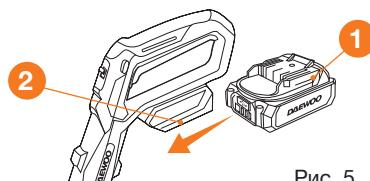

Рис. 5
- Вставьте аккумулятор ① в разъем ② на рукоятке триммера (Рис. 5).
- Подключите аккумулятор ① (Рис. 5).